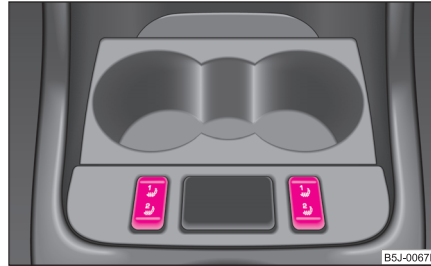

Abb. 51 Wippschalter: Sitzheizung vorn
- Durch Drücken des Wippschalters in die Position ① oder ② schalten Sie die Sitzheizung vorn auf 25 % oder 100 % der Leistung ein ⇒ Abb. 51.